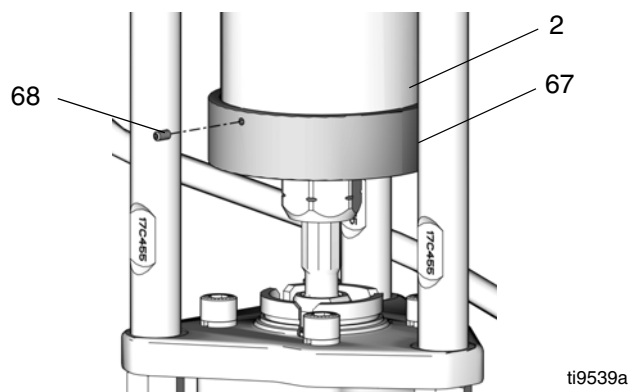

FIG. 10. Instalación del colector
4. Ponga el motor en modo JOG (movimiento momentáneo) para mover el pistón de corredera (9) al extremo de su carrera, para permitir la conexión de la tuerca de acoplamiento (14).
5. Asegúrese de que los collares (13) estén colocados en su lugar en la tuerca de acoplamiento (14).
6. Coloque una llave de 3/4 in en las caras planas de pistón de corredera (9) para evitar que gire cuando apriete la tuerca de acoplamiento (14). Oriente la llave de modo que esté contra una de las varillas de unión (3) o el soporte. Ajuste la tuerca de acoplamiento (14) en el pistón de corredera (9) y apriétela a 102-108 N•m (75-80 ft-lb).
7. Vea la FIG. 10. Empuje el colector (67) hacia arriba a la parte inferior del cilindro de corredera (2) de manera que asiente firmemente. Instale los tres tornillos de fijación (68) y apriételos con los dedos.